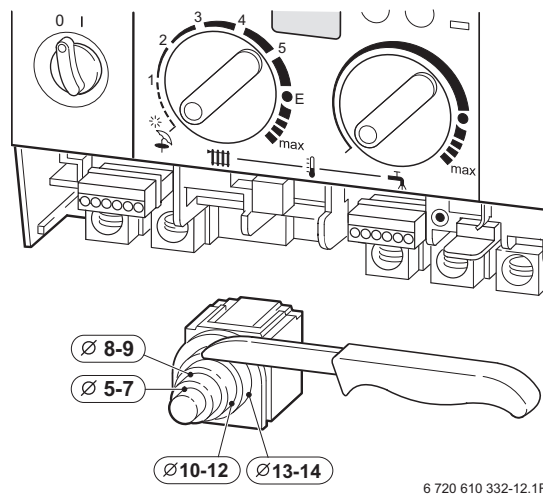

Fig. 11
- ▶ Per la protezione contro gli spruzzi d'acqua (IP): Definire il foro del passacavo in base al diametro del cavo stesso (Fig. 11).